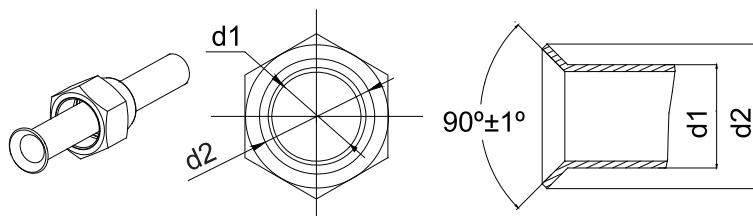

Fig. 13
- (1). Tagliare il tubo di collegamento con il tagliatubi ed eliminare le sbavature.
- (2). Mantenere il tubo rivolto verso il basso per evitare che i residui del taglio finiscano nel tubo.
- (3). Rimuovere i dadi svasati sulla valvola di arresto dell'unità esterna e all'interno del sacchetto degli accessori dell'unità interna, quindi inserirli nel tubo di collegamento, dopodiché svasare il tubo di collegamento con uno svasatore.
- (4). Verificare che la parte svasata sia uniforme e che non vi siano incrinature (vedere Fig. 13).